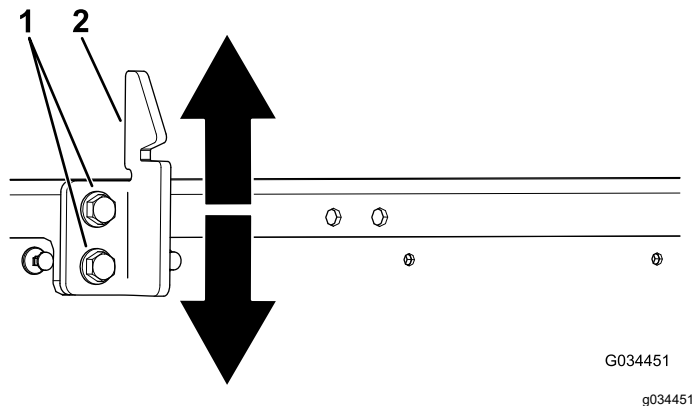

図 59
3. 荷台のラッチストライカのボルト2本をゆるめて、ストライカの上下位置を調整する **図 59**。
4. ラッチストライカのボルト2本を締め付ける **図 59**。